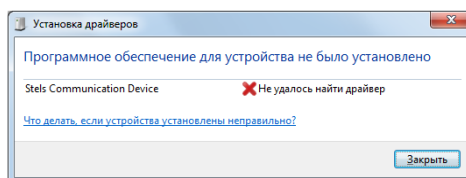

Рис. 5.4. Окно *Установка драйверов*
2. Щелкните по уведомлению левой кнопкой мыши и в открывшемся окне *Установка драйверов* нажмите кнопку *Закреть* (рис. 5.4).